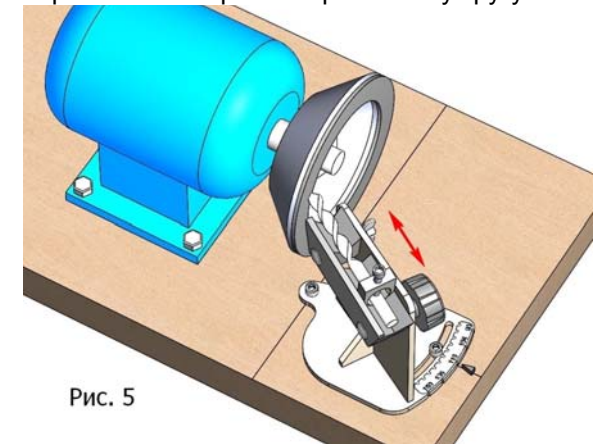

Рис. 5
4. Заточка сверла начинается с формирования режущих кромок. Сверло вместе с зажимом, установленное в призму, перемещается в осевом направлении сверла к абразивному кругу Рис.5.